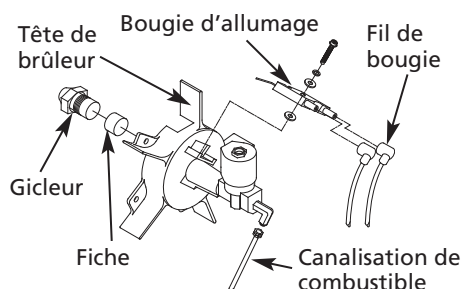

Figure 13 – Boquilla
- Débrancher le fil de bougie de la bougie (voir la Figure 13).